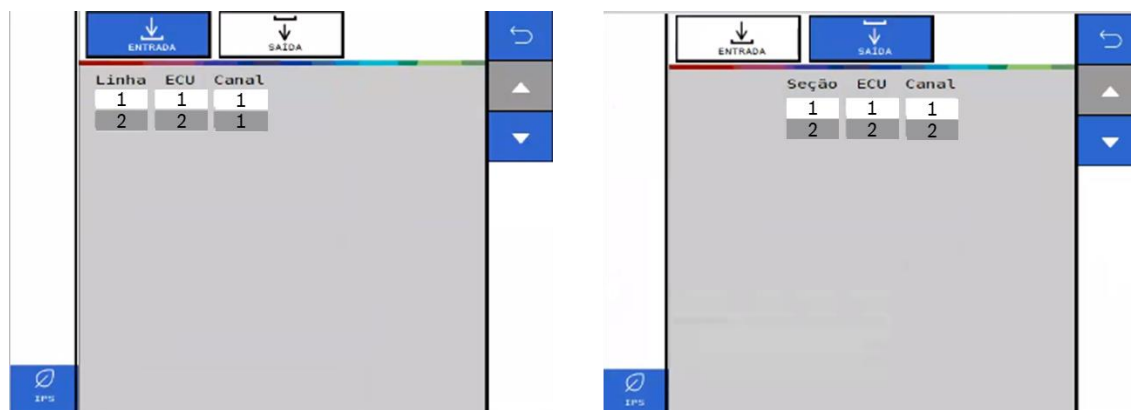

Figura 30 - Menu resumo entradas e saídas de fertilizante ISOBUS
- D) Acesse a menu de resumo de entradas e saídas, Figura 30, para visualizar as configurações realizadas.